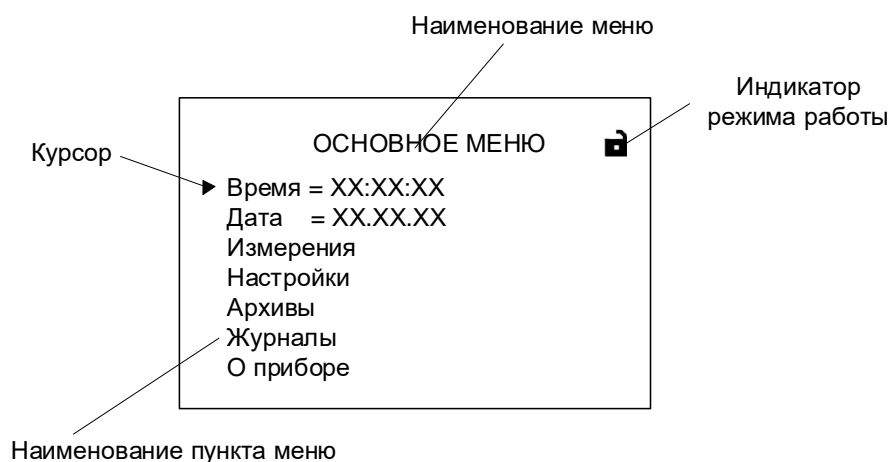

Рисунок 16 - Вид основного меню расходомера
- 4.1.3 Окно индикации меню (рисунок 16) содержит: